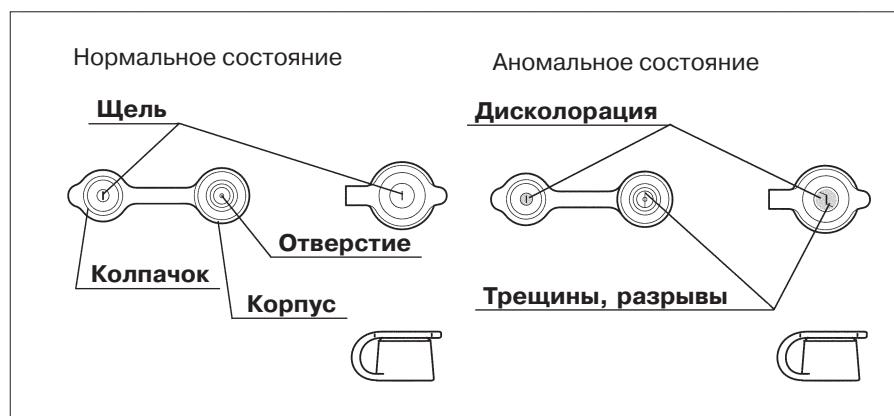

Рис. 3.7
1. Убедитесь в отсутствии трещин, разрывов, износа, дисковораций или деформаций в области прорези и отверстия биопсийного клапана (см. рис. 3.7).